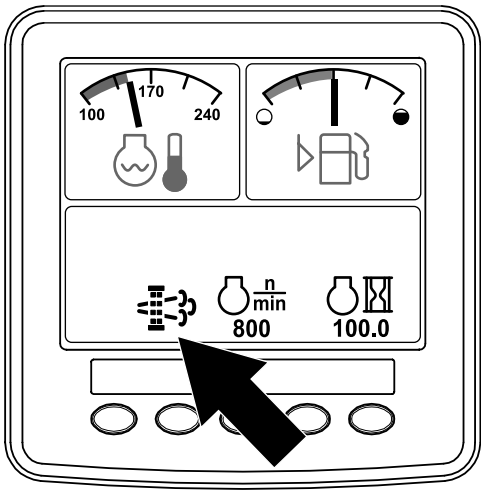

图16
- 当发动机计算机请求进行驻车再生或恢复再生时，再生请求图标（图16）将显示在 InfoCenter（信息中心）中。